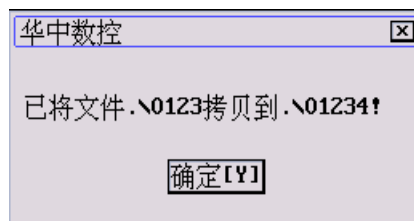

图 7.5.3 拷贝成功提示
- (7) 在“文件名”栏输入要拷贝的目标文件名；
(8) 按 **Enter** 键，弹出如图 7.5.3 所示的提示对话框；